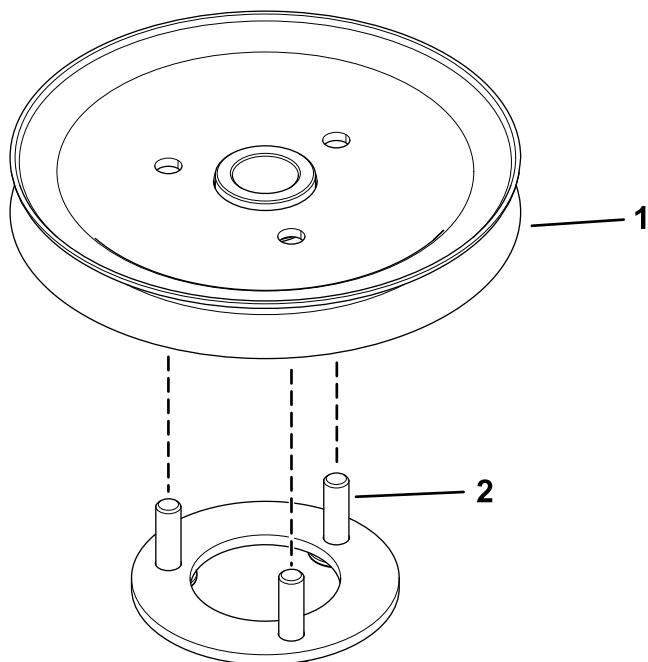

Figur 6
2. Fjern den øverste mutteren, skiven og drivskiven fra spindelen (Figur 6).